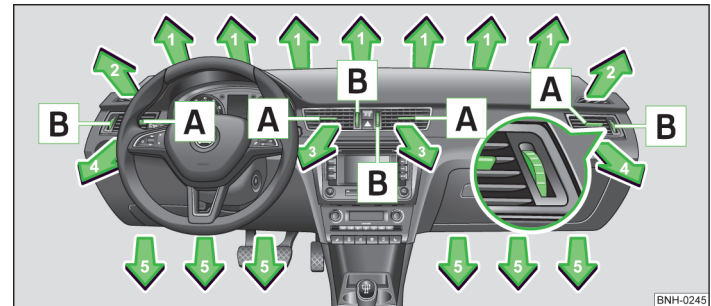

Abb. 77 Luftaustrittsdüsen
Bei den Luftaustrittsdüsen **3** und **4** » Abb. 77 kann die Luftströmungsrichtung geändert und die Düsen können auch einzeln geschlossen und geöffnet bzw. die strömende Luftmenge kann angepasst werden.
- Die waagerechten Lamellen mithilfe des verschiebbaren Verstellelements **A** » **Abb. 77** nach oben oder unten drehen, um die Höhe der Luftströmung einzustellen.
- Den Drehregler **B** » **Abb. 77** nach oben bis zum Anschlag drehen, um die Luftaustrittsdüse vollständig zu öffnen.
Wir empfehlen Ihnen, die Luftaustrittsdüsen 3 » Abb. 77 auf Seite 77 in allen Betriebsarten geöffnet zu belassen.